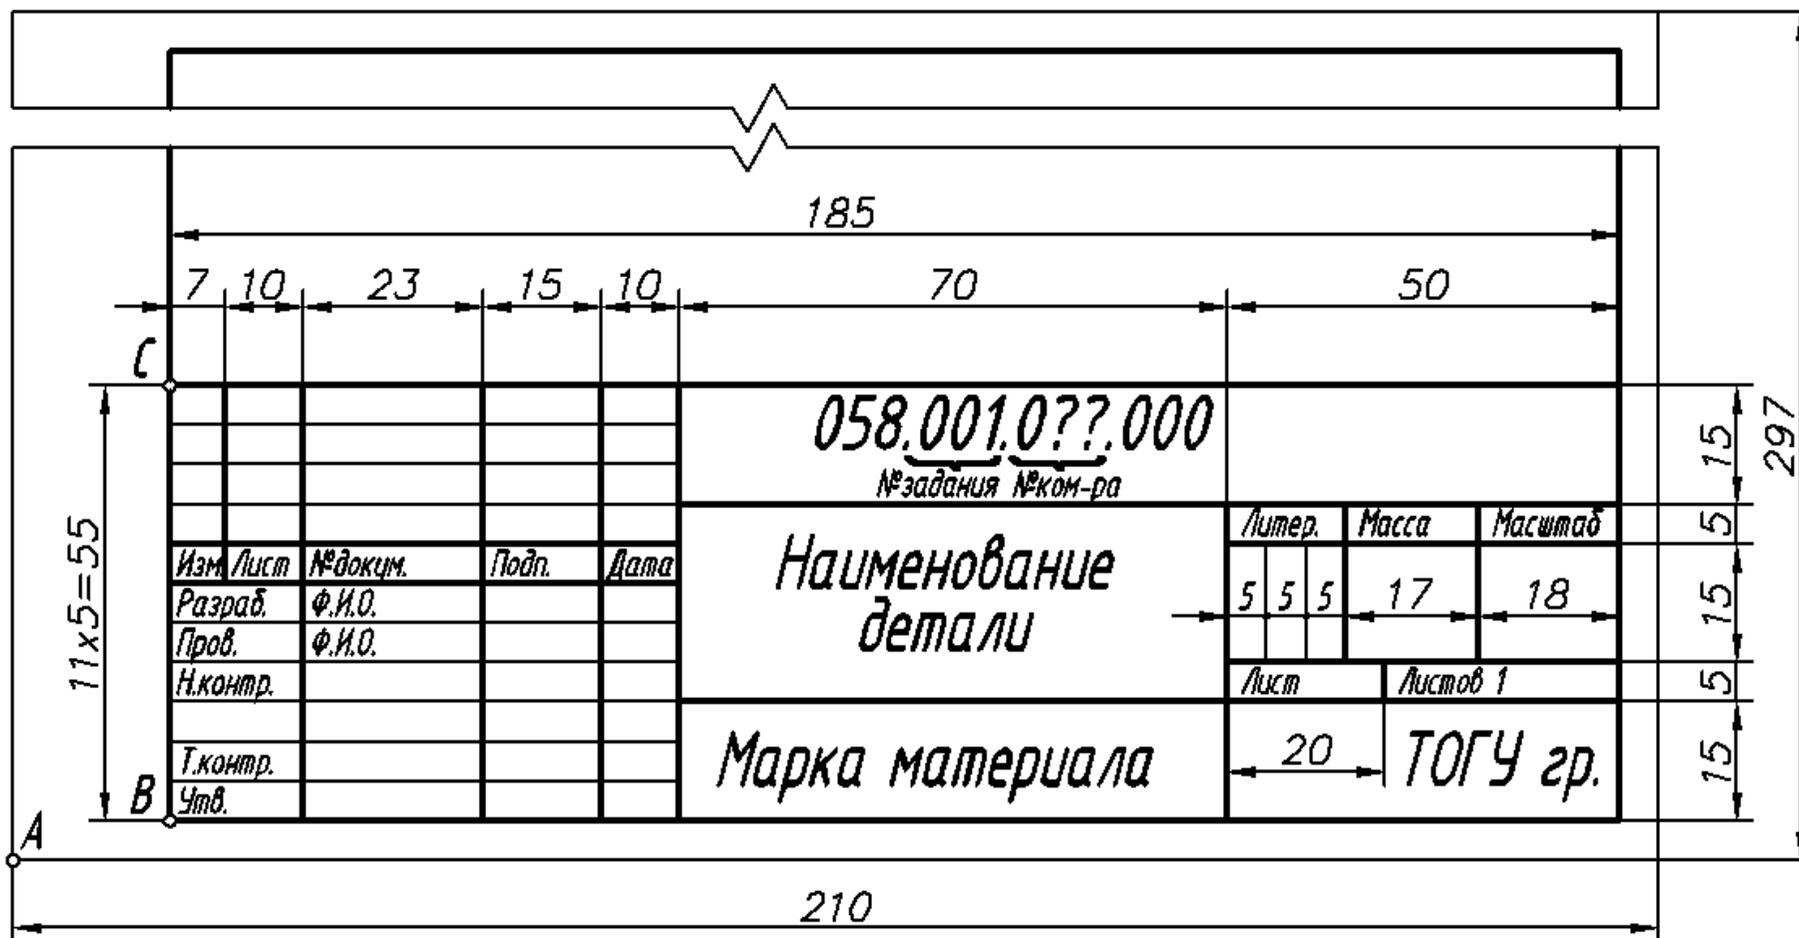

Рис. 8.1. Основная надпись по ГОСТ 2.104-68
2. Сделать текущим слой контур тонкий. Построить внешнюю рамку формата с размерами 210x297 (рис. 8.1). Способ указания координат учащийся выбирает сам.
3. Сделать текущим слой контур толстый. Построить внутреннюю рамку с размерами 185x287 (рис. 8.1), отступив от левой нижней точки внешней рамки (точка *A*) по оси *X* – 20 мм и по оси *Y* – 5 мм. Протокол исполнения команды приведен ниже.
Команда: ОТРЕЗОК Первая точка: щелкнуть на объектную привязку «Смещение» («_from Базовая точка»): указать базовую точку *A* (рис. 8.1) <Смещение>: ввести относительные координаты смещения точки в виде @20,5 <Enter>
Команда: ОТРЕЗОК Первая точка: щелкнуть на объектную привязку «Смещение» («_from Базовая точка»), указать базовую точку *B* (см. рис. 8.1)
5.1. Построить первую вертикальную линию основной надписи, смещенную относительно базовой точки *C* (рис. 8.1) на 7 мм. Алгоритм исполнения команды идентичен п.4.1 данного упражнения.
5.2. С помощью команды *Копировать (Copy)* или *Подобие (Offset)* построить все остальные вертикальные линии (рис. 8.1).
(рис. 8.1) на 7 мм. Если в какие-то поля не помещаются слова, то в поле коэффициент сжатия необходимо установить новое значение.